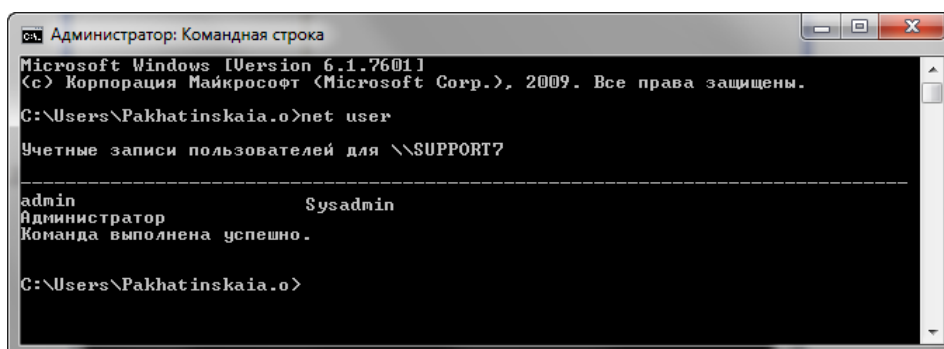

Рисунок 6.24 — Проверка списка пользователей через командную строку
- 2.3. Убедитесь, что пользователь был удален. Для этого в командной строке введите команду `net user` и нажмите клавишу *Enter*. В результате выполнения команды будет отображен список всех сетевых пользователей на вашем ПК (см. рисунок 6.24).